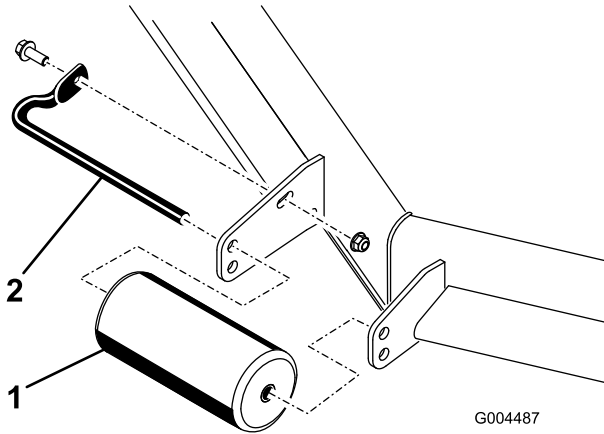

図 27
4. デッキからローラをはずして希望する高さに付け直す；図 27～図 31のうち、該当するものを参照。